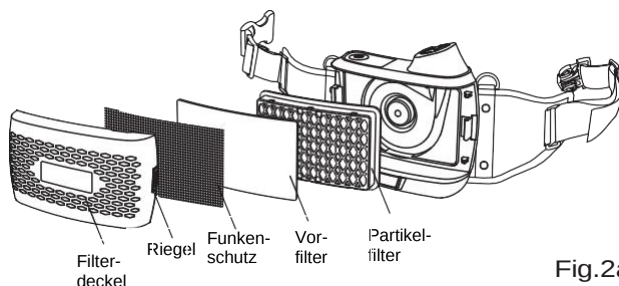

Fig.2a
- Bitte installieren Sie den Partikelfilter gemäß Abb.2a.